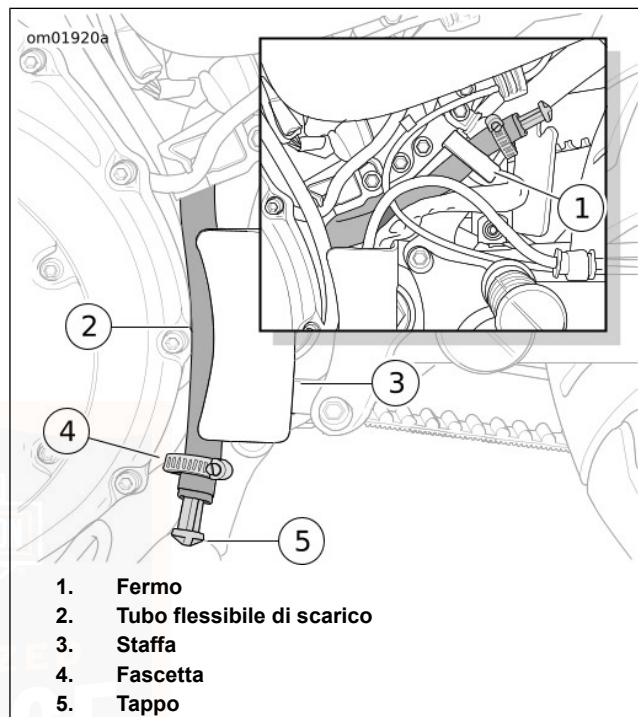

Figura 41. Tubo flessibile di scarico
4. Vedere Figura 41. Staccare il fermo (1) dal longherone.
5. Posizionare il tubo flessibile di scarico (2) davanti alla staffa (3) nel recipiente di raccolta.
6. Allentare il morsetto (4). Rimuovere il tappo (5) dall'estremità del tubo flessibile.